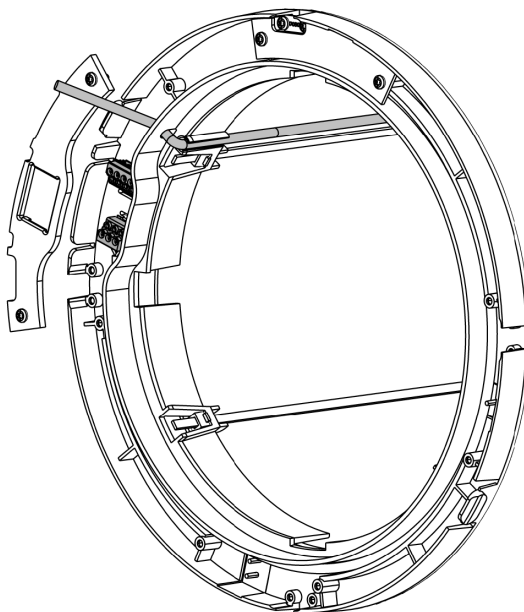

Figure 26 - Passage du câble de 24V
1. Retirez le couvercle de la borne de fil située dans la partie supérieure gauche. Acheminez le câble depuis le chapeau de ventilation vers la partie intérieure, puis faites passer celui-ci dans le support de câble du chapeau de façade, et enfin dans le trou (voir Figure 26 ci-dessous).